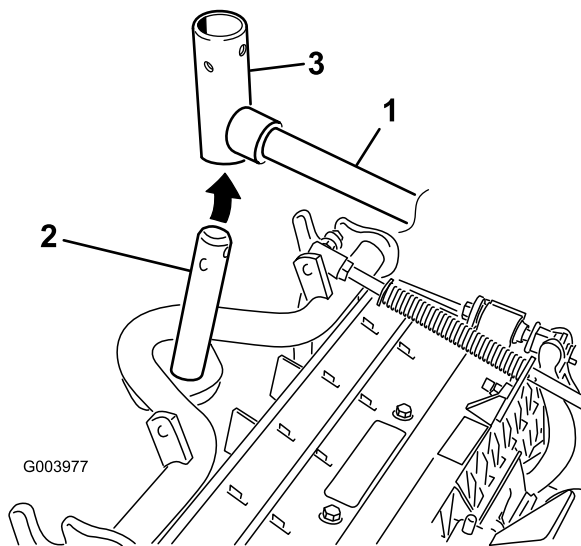

Рисунок 7
7. При установке передних режущих блоков передвиньте режущий блок под подъемным рычагом, одновременно вставляя вал несущей рамы вверх в вилку оси поворота подъемного рычага (Рисунок 7).
B. Вставьте вилку подъемного рычага в вал несущей рамы (Рисунок 7).